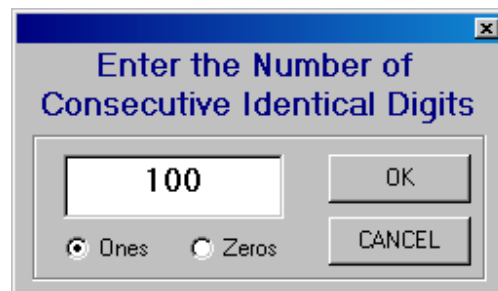

図 11. Creator の実例(ステップ#5)
5. パターンの最後に 1 を 100 個追加します。これを実行するには、**[Consecutive Digits (連続ビット)]**ボタンをクリックしてボックスに 100 を入力し、**[Ones (1)]**オプションを選択して**[OK]**ボタンをクリックします(図 11)。